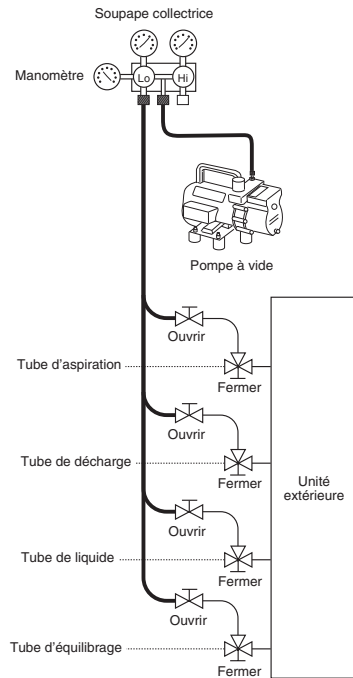

Fig. 6-4
- Lorsque le vide désiré est atteint, fermer le bouton "Lo" de la soupape collectrice, et arrêter la pompe à vide. Confirmer que la pression au manomètre est inférieure à -101 kPa (-755 mmHg, 5 Torr) après 4 ou 5 minutes de marche de la pompe à vide. (Fig. 6-4)